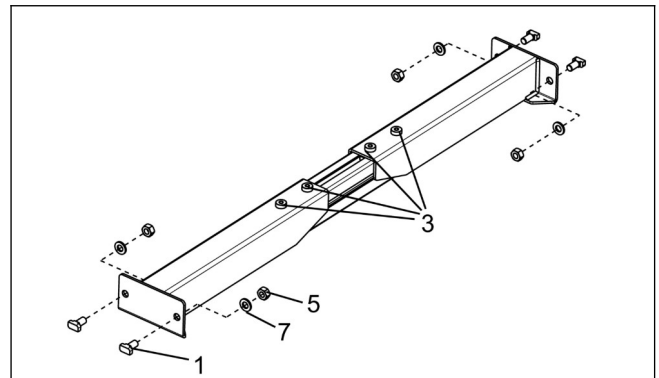

Abb.22
c. bitte die Maschinenelemente „1“, „5“ und „7“ lose, in den in der Abbildung gezeigten Positionen vormontieren und die Klemmschraubverbindungen „3“ lösen. (siehe Abb.22)